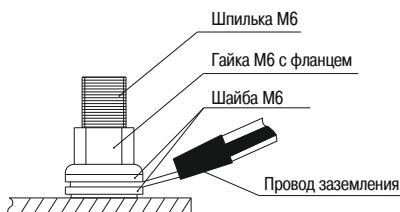

Рисунок 18 – Узел заземления к шпилькам
4.3 По завершении подготовки шкафа к эксплуатации произведите монтаж контура заземления. Для крепления проводов к шпилькам заземления используйте гайки M6 (с фланцем) (рисунок 18).